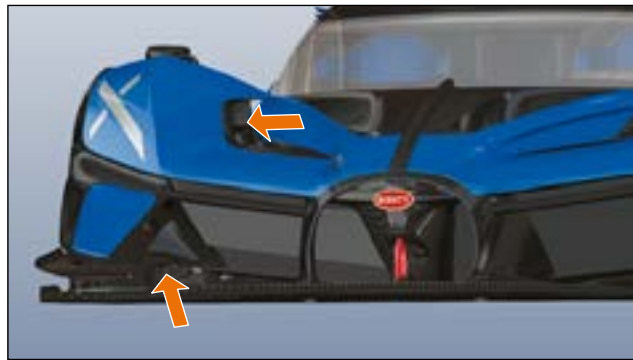

ABB.92 GEBLÄSELÜFTER VORDERER STOSSFÄNGER
- Stellen Sie binnen 10 Sekunden nach dem Anhalten (» Abb.92) Gebläselüfter vor die Lufteinlässe des vorderen Stoßfängers.